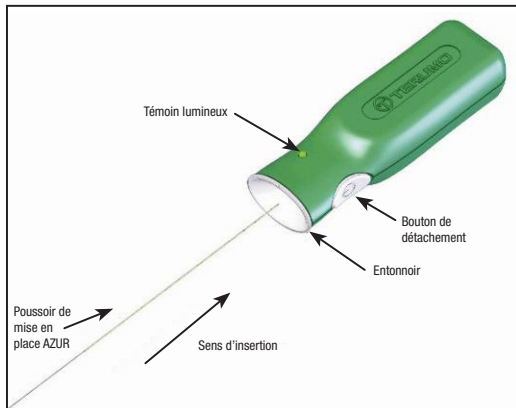

Figure 2 : Contrôleur de détachement AZUR
14. Avant d'utiliser le dispositif, retirer du tube protecteur l'extrémité proximale du pousoir de mise en place. Prendre les précautions nécessaires pour éviter de contaminer cette extrémité du pousoir de mise en place avec des substances étrangères comme du sang ou du produit de contraste. Insérer fermement l'extrémité proximale du pousoir de mise en place dans la partie en entonnoir du contrôleur de détachement AZUR. Voir Figure 2. **Ne pas appuyer sur le bouton de détachement à ce stade.**
34. Raccorder l'extrémité proximale du pousoir de mise en place au contrôleur de détachement AZUR en insérant fermement l'extrémité proximale du pousoir de mise en place dans la partie en entonnoir du contrôleur de détachement AZUR. Voir Figure 2.